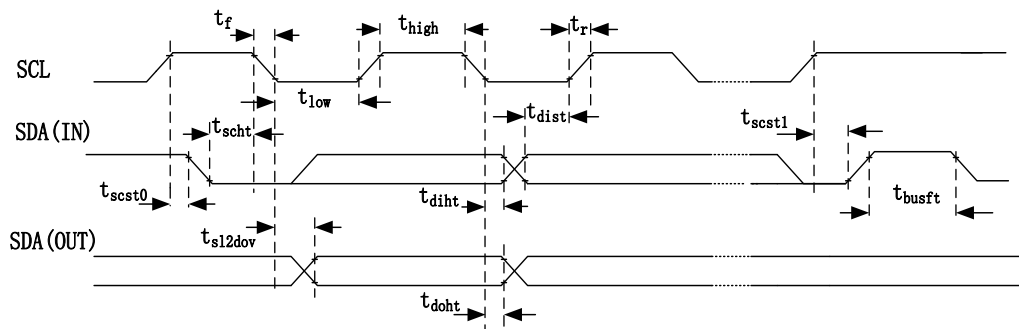

图 1-7 I²C 接口时序
- 1) 图 1-7 是在 400kHz 模式下的 I²C 时序。